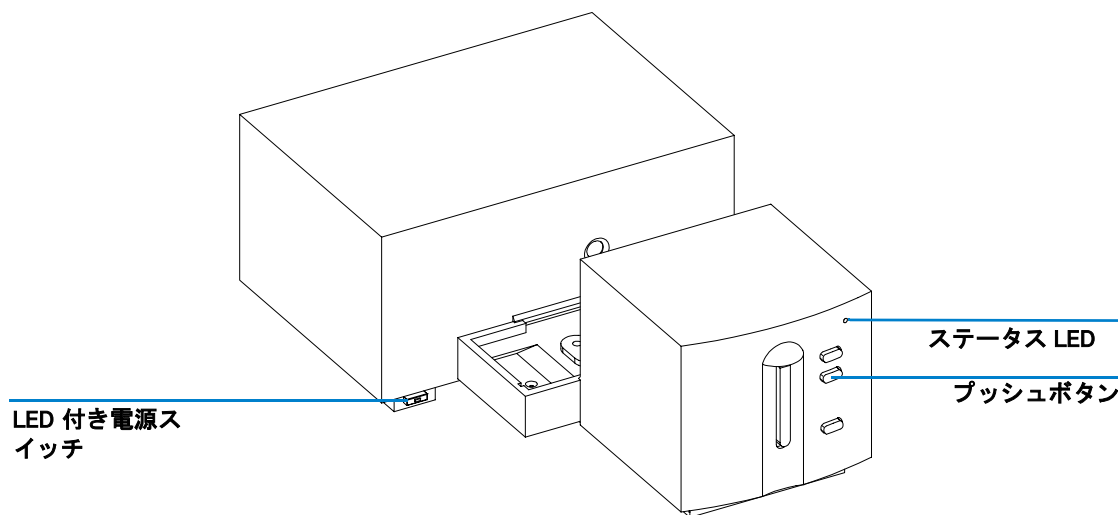

図 1 分光光度計の正面図
分光光度計のサイズは幅 34.4cm × 奥行き 56.0cm × 高さ 18.5cm です（図 1 参照）。重量は 14kg で殆どあらゆる机や実験ベンチでご使用頂けます。装置の両側面は空気循環用に 2.5cm、背面は電気接続のために約 8cm のスペースを空けてください。
分光光度計の正面図を図1に示します。試料室が開放型であることが特徴です。一般の装置とは異なり、Agilent 8453 は周囲からの迷光の影響を受けません。試料室が開放されているため、一般的な操作やフローセル、温調セルホルダー等へのアクセスが非常に容易です。分光光度計は出荷時、標準のセルホルダーが付いています。標準およびアクセサリセルホルダーは簡単に取り外しおよび交換が可能で、道具はほとんど不要です。
- 2 分光光度計の電源スイッチが OFF の位置にあることを確認してください（プッシュボタンが飛び出た位置にあり、スイッチの内蔵 LED は消灯しています。図 1 参照）。